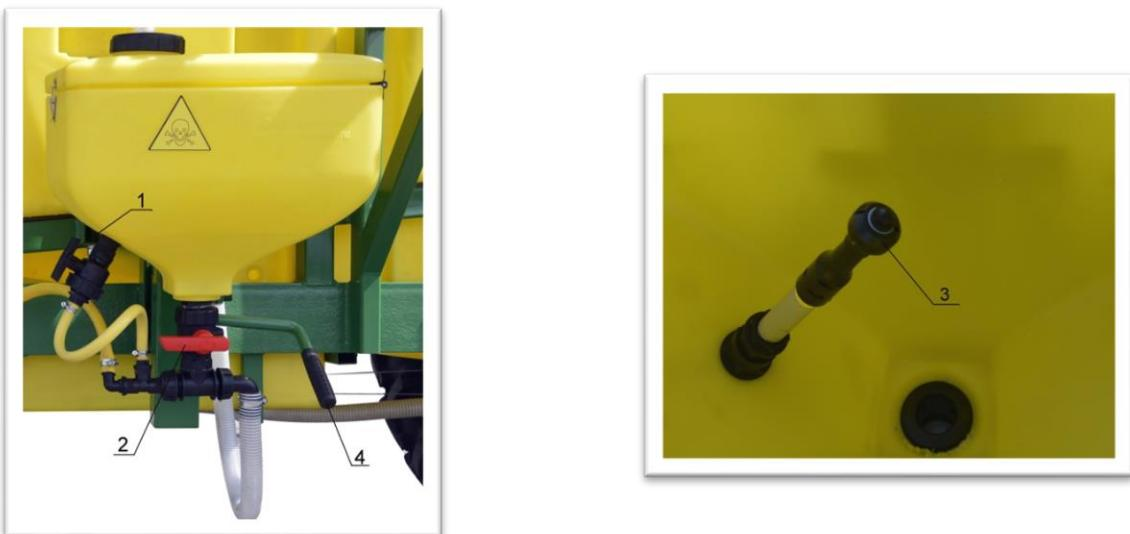

Рисунок 7.3 Миксер приготовления раствора
1. Установить главный кран миксера 2 (рис. 7.3) в положение «ЗАКРЫТО» - ручка перпендикулярно крану.
6. Открыть главный кран миксера 2 (Рис.7.3).